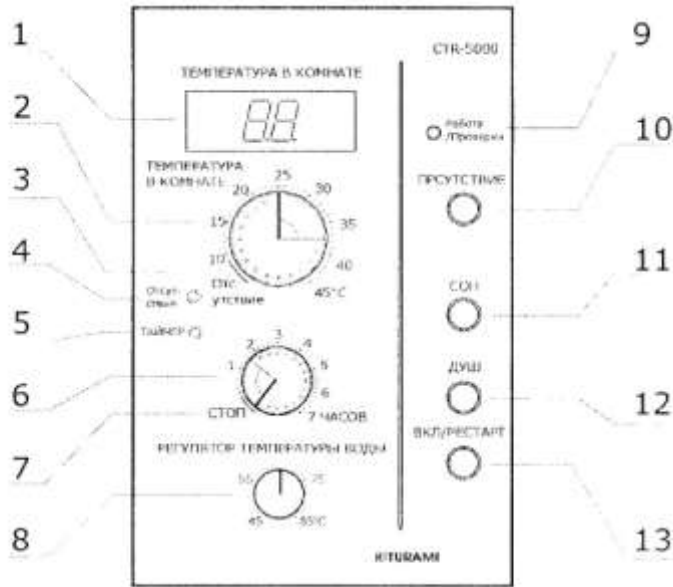

Рис.12
- регулятор «ТЕМПЕРАТУРА В КОМНАТЕ» (Рис.12 поз.2);
- отметка на шкале регулятора «ТЕМПЕРАТУРА В КОМНАТЕ» - «ОТСУТСТВИЕ» (Рис.12 поз.3);
- регулятор «ТАЙМЕР» (Рис.12 поз.6);
- отметка на шкале регулятора «ТАЙМЕР» - «СТОП» (Рис.12 поз.7);
- регулятор «ТЕМПЕРАТУРА ВОДЫ» (Рис.12 поз.8);
- кнопка «ПРИСУТСТВИЕ» (Рис.12 поз.10);
- кнопка «СОН» (Рис.12 поз.11);
- кнопка «ДУШ» (Рис.12 поз.12);
- кнопка «ВКЛ/РЕСТАРТ» (Рис.12 поз.13).
- дисплей (Рис.12 поз.1);
- светодиод «ОТСУТСТВИЕ» (Рис.12 поз.4);
- светодиод «ТАЙМЕР» (Рис.12 поз.5);
- светодиод «РАБОТА/ПРОВЕРКА» (Рис.12 поз.9);
- подсветка кнопки «ПРИСУТСТВИЕ» (Рис.12 поз.10);
- подсветка кнопки «СОН» (Рис.12 поз.11);
- подсветка кнопки «ДУШ» (Рис.12 поз.2).
Кнопка "ВКЛ/РЕСТАРТ" (Рис.12 поз.13) предназначена для включения (выключения) котла.
При первом включении котла автоматически устанавливается режим «ПРИСУТСТВИЕ». Кнопка «ВКЛ/РЕСТАРТ» (Рис. 12; поз.1) работает в двух режимах:
**Светодиод «РАБОТА/ПРОВЕРКА»** (Рис. 12; поз.9).
**Регулятор «ТЕМПЕРАТУРА В КОМНАТЕ»** (Рис. 12; поз.2). Элемент прибора, предназначен для установки температуры отопляемого помещения, или для включения функции «ОТСУТСТВИЕ» (Рис. 12; поз.3). Установка температуры выполняется по шкале от 10°C до 45°C с шагом, 1,0°C.
**Регулятор «ТАЙМЕР».** (Рис. 12; поз.6).
Штатная установка этого регулятора напротив отметки «СТОП». (Рис. 12; поз.7), в этом случае функция отключает «ТАЙМЕР».
**Регулятор «ТЕМПЕРАТУРА ВОДЫ».** (Рис. 12; поз.8). Регулятор предназначен для предварительной установки температуры теплоносителя в котле. Установка осуществляется по шкале от 45°C до 85°C, с шагом, 2,0°C. Регулятор обслуживает функции «ПРИСУТСТВИЕ», «СОН» и «ТАЙМЕР».
- регулятором «Температура воды» (Рис. 12; поз.8);
- регулятором "ТАЙМЕР" (Рис. 12; поз.6);